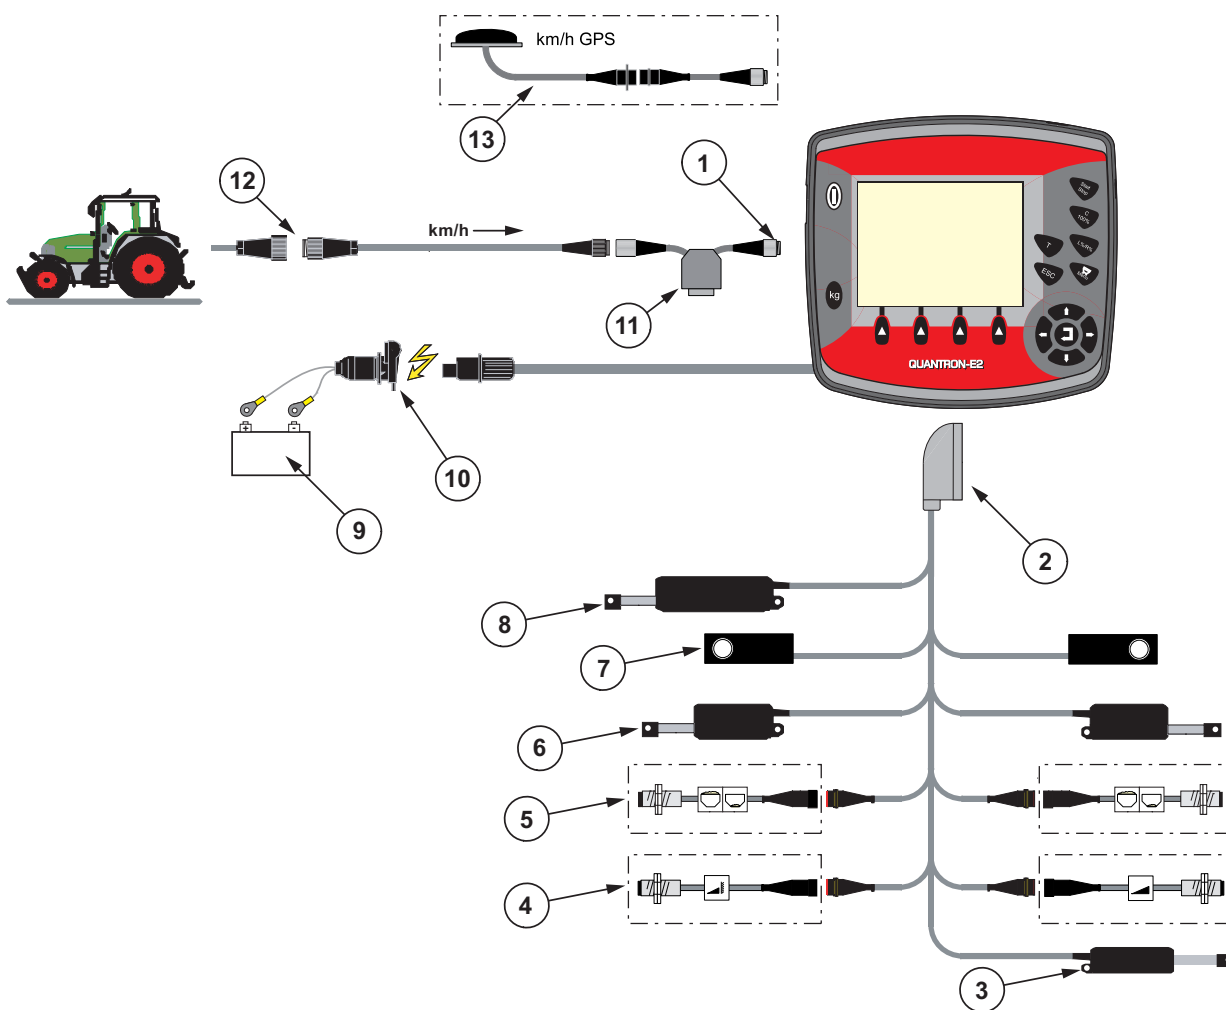
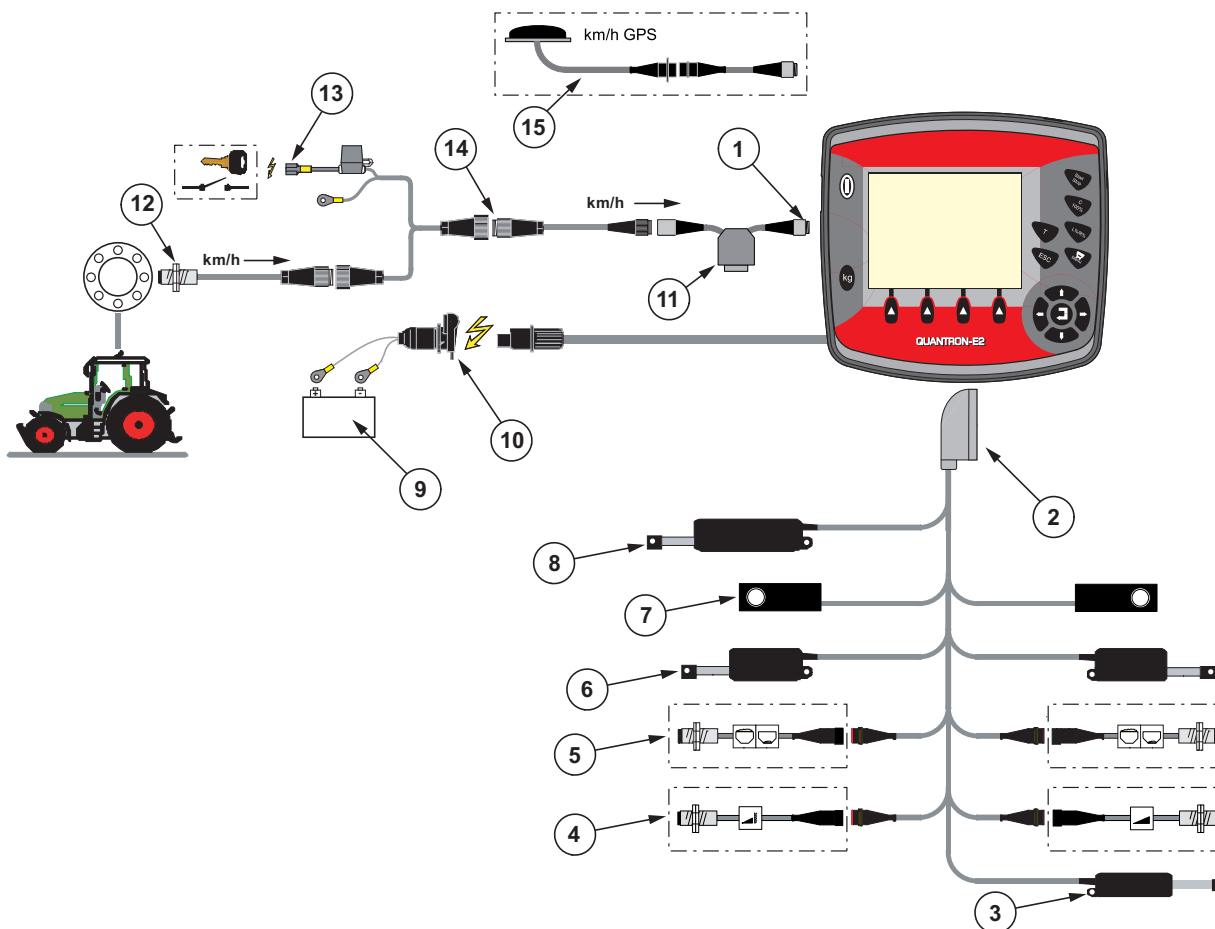

Рисунок 3.3: Схематичный обзор подключения QUANTRON-E2
Рисунок 3.5: Схематичный обзор подключения QUANTRON-E2
7-контактный штепсельный разъем для трактора и датчика скорости движения доступны в качестве дополнительного оснащения (опция), см. Рис. 3.3 – Рис. 3.5.
- Подключите блок управления к 7-контактному штепсельному разъему или датчику скорости движения (в зависимости от имеющегося оборудования, см. Рис. 3.3 — Рис. 3.5).